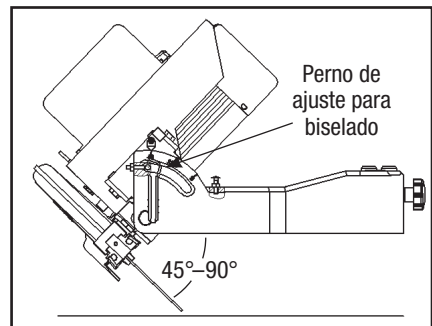
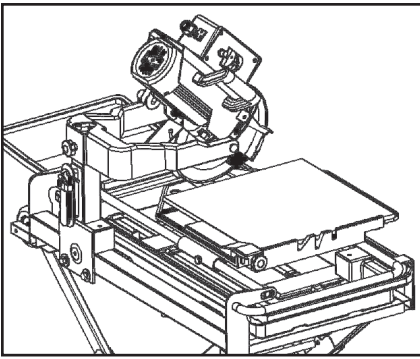

FIGURA 21
FIGURA 22
PASO 3: Afloje el *perno de ajuste para biselado* que está en el *brazo de apoyo para biselado* (ver FIGURA 21), que está en la parte de atrás de la cabeza del motor, para poder ajustar la guía, inclinando la cabeza (ver FIGURA 22) en ángulos a 22.5° ó a 45°. Asegúrese que el disco de corte esté alineado con las ranuras de los ángulos que han sido proporcionadas en la mesa de corte.